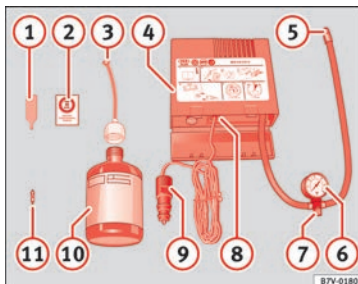

Fig. 68 Representación estándar: contenido del kit antipinchazos.
- Desenrosque la caperuza y el obús de la válvula del neumático. Utilice el aparato » fig. 68 ① para extraer el obús. Colóquelo en una superficie limpia.
- Agite con fuerza la botella de sellante de neumáticos » fig. 68 ⑩.
- Enrosque el tubo de inflado » fig. 68 ③ en la botella de sellante. El precinto de la botella se romperá automáticamente.
- Retire el tapón del tubo de llenado » fig. 68 ③ y enrosque el extremo abierto del tubo en la válvula del neumático.
- Vuelva a colocar el obús con el aparato » fig. 68 ① en la válvula del neumático.
- Enrosque el tubo de inflado del neumático del compresor » fig. 68 ⑤ en la válvula del neumático.
- Compruebe que el tornillo de evacuación de aire está cerrado » fig. 68 ⑦.
- Acople el conector » fig. 68 ⑨ a toma de corriente de 12 voltios del vehículo » pág. 157.
- Conecte el compresor de aire con conmutador ON/OFF » fig. 68 ⑧.